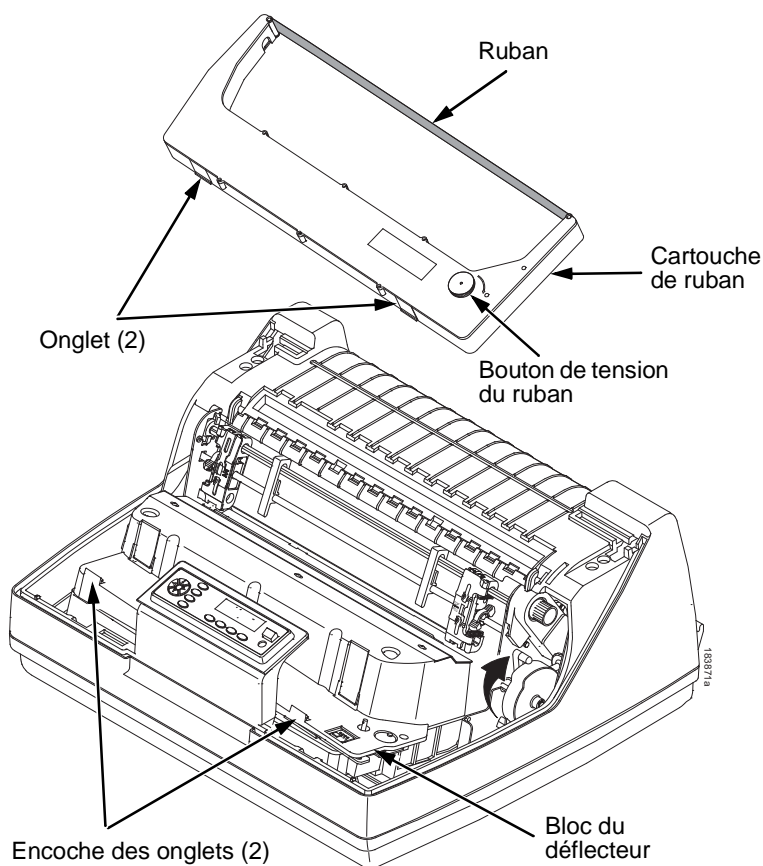

Figure 18. Installation de la cartouche de ruban
5. Tenez la cartouche inclinée, de sorte que la partie arrière la plus proche de vous soit plus basse que la partie avec le ruban. Repérez les deux onglets sur les bords de la cartouche et placez-les dans les encoches correspondantes sur le bloc du déflecteur (voir Figure 18).